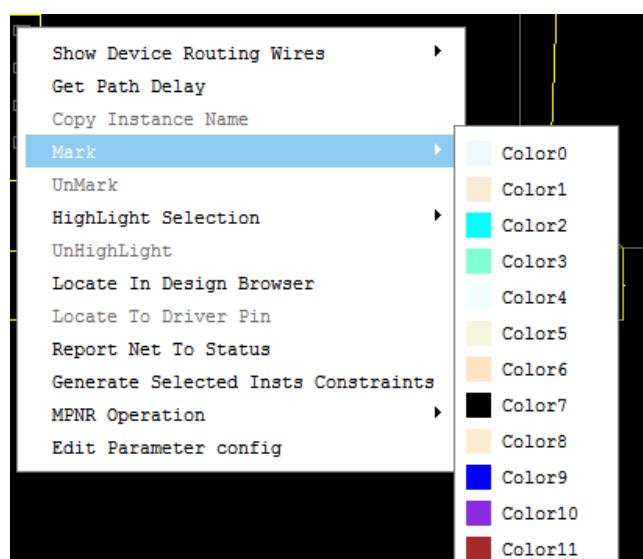

图 5-16 设置 Mark
1.对于选中资源, 右键选择 Mark/Unmark, 如图 5-16 所示: